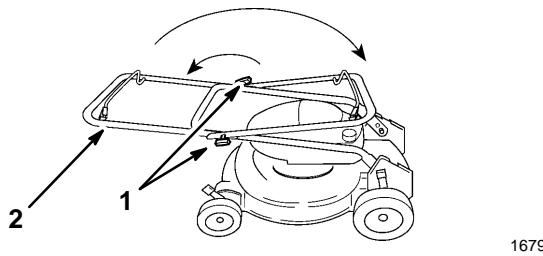

Figure 1
1. Desserrer les boutons du mancheron et relever le mancheron supérieur en arc de cercle jusqu'à ce qu'il soit dans le prolongement du mancheron inférieur et que les extrémités s'emboîtent (Fig. 1).
3. Pivoter le mancheron vers l'arrière jusqu'à ce qu'il s'engage avec un déclic dans ses supports (Fig. 1).